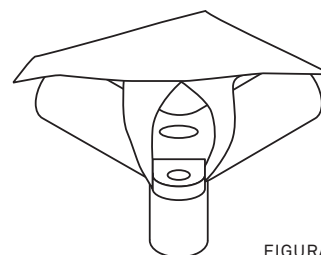

FIGURA 4
5. Coloque la lona del techo sobre la estructura. Tire de los bucles de nailon sobre las esquinas como se indica en la figura 4. En una de las esquinas hay un cordón para facilitar la colocación del último bucle.